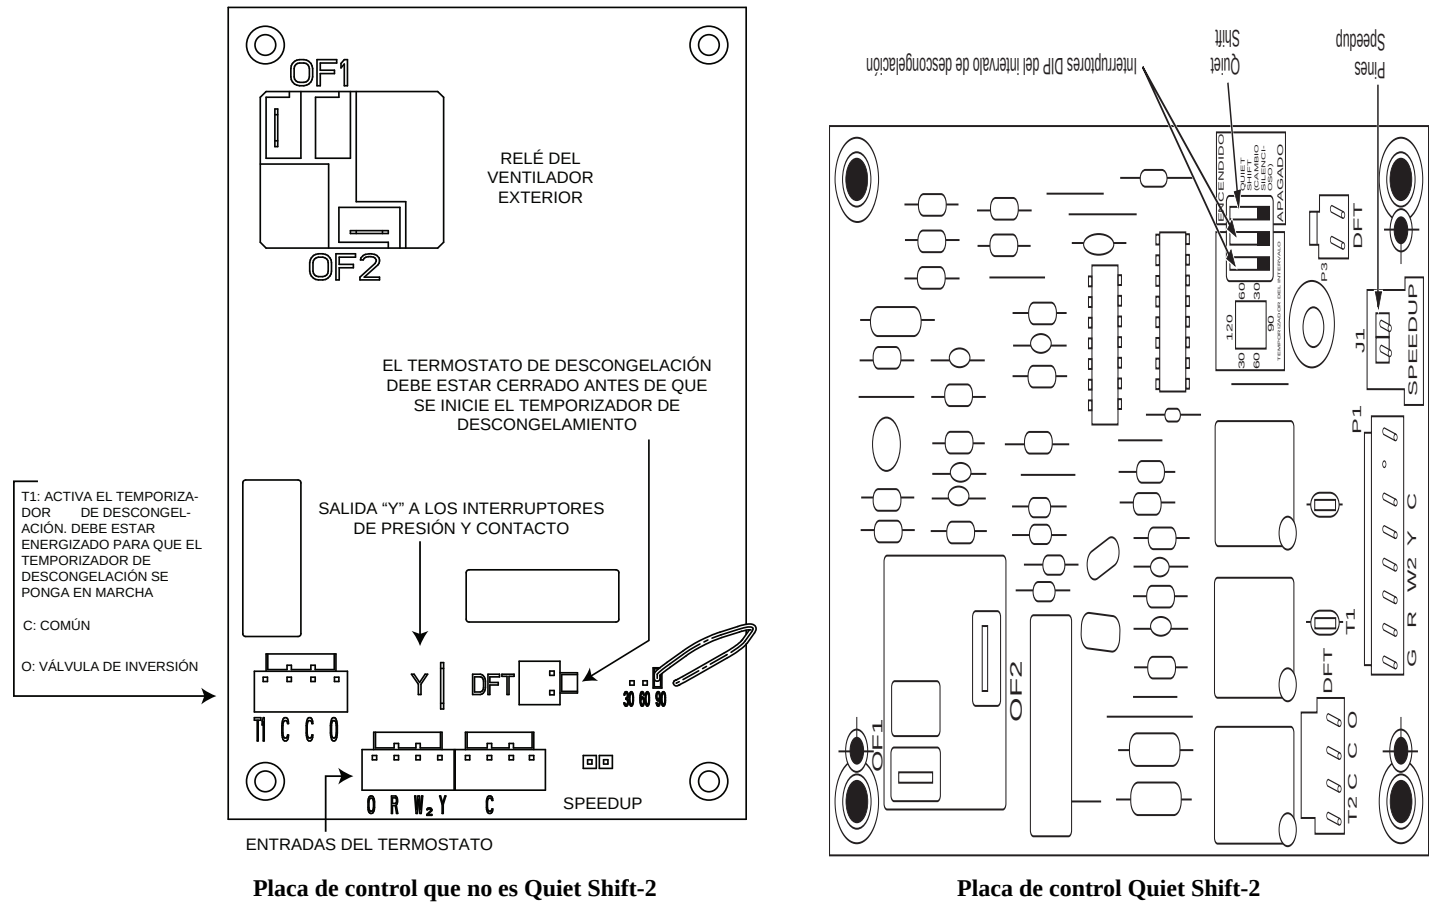

Fig. 12 – Control de descongelación
2. Desconecte el conductor del motor del ventilador exterior de OF2 en el tablero de control (consulte la Fig. 12). Coloque una cinta en el conductor para evitar la conexión a tierra.